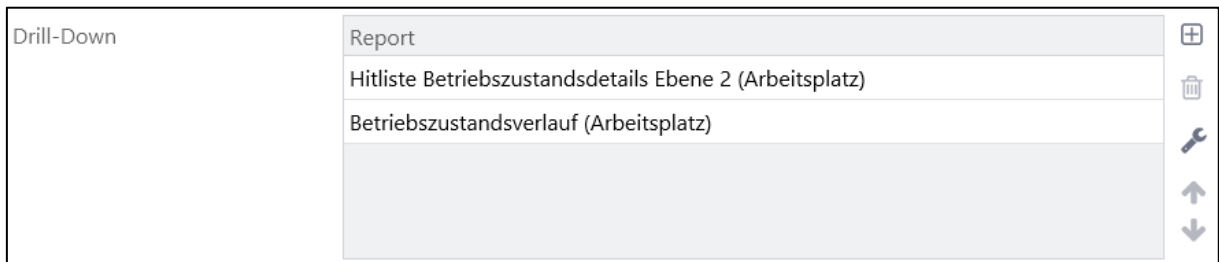

Bild 162: Drill-Downs des Reports Hitliste Betriebszustände (Arbeitsplatz)
In Bild 162 wurde für den Report **Hitliste Betriebszustände (Arbeitsplatz)** ein Drill-Down mit zwei Zielreports erstellt:
1. Neuen Drill-Down durch Icon **Hinzufügen** ergänzen (siehe Bild 162).